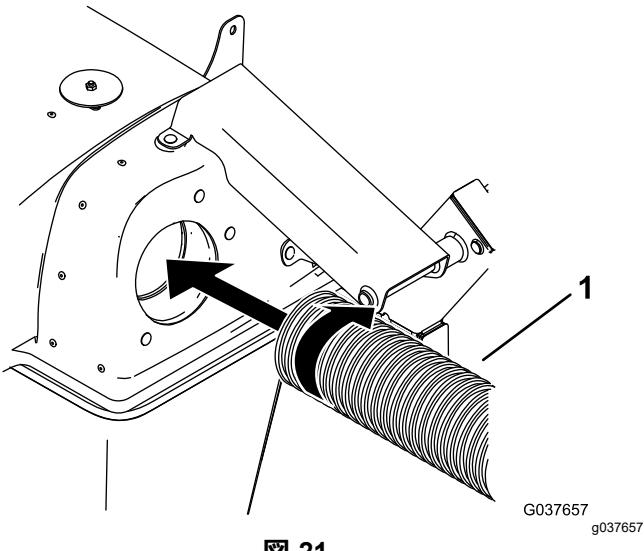

図 21
1. ホースの一端部を、2-3回転フードにねじ込む図 21。